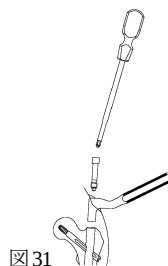

図31
- 4) ストレートドライバーを用いて、抜去ハンドル用固定ネジにて、抜去ハンドルをネイルに固定します。(図31)